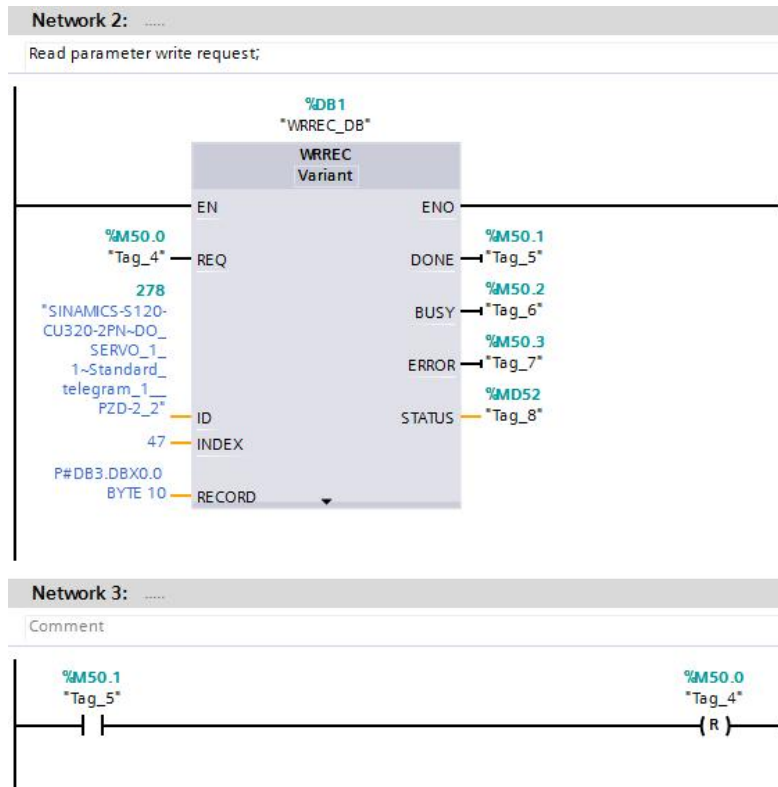

图 3-4 发送“读参数”请求
(1)使用标志位 M50.0 及功能块“ WRREC” 将读参数请求(数据集为 DB3 开始的 10 个字节)发送至驱动器, 见图 3-4。读参数请求数据格式参考表 3-5。